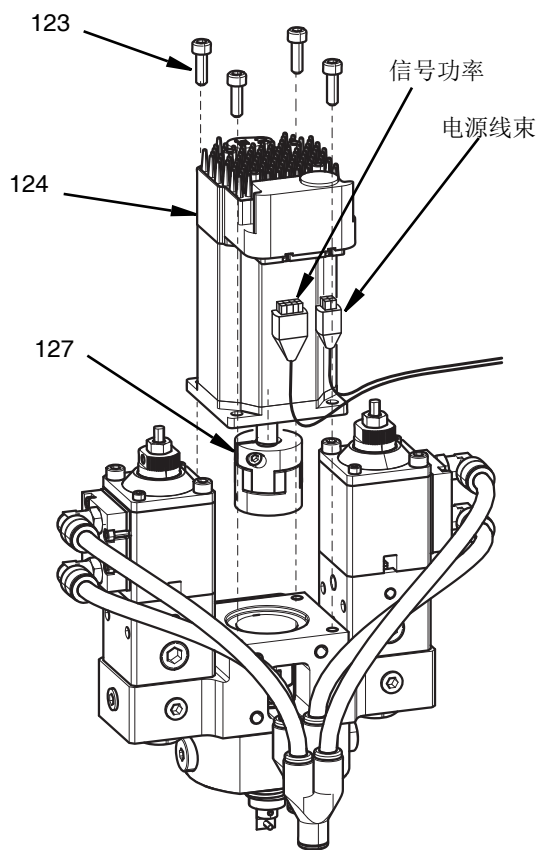

图 35
5. 使用 4 毫米内六角扳手卸下四颗 M5 x 16 螺丝 (123)。
6. 卸下马达 (124)。参见图 35。